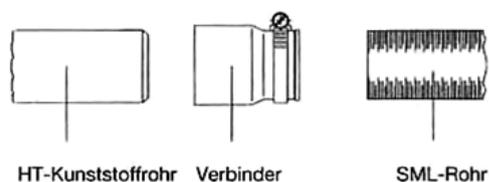

Abbildung 8 Ausführung unter Verwendung von Standardformstücken, Einbauhöhe 260 mm
Gemäß der Norm DIN 4109 sollte die Geräuschemission von der eingebauten Rohrleitung in geräuschgeschützten Räumen 35 dB(A) nicht überschreiten. Es ist deshalb in diesen Räumen nicht zulässig, eine aufgedeckte Rohrleitung zu installieren. Im Wandkanal oder auf der anderen Wandseite kann die Rohrleitung nur dann angebracht werden, wenn das Flächengewicht 220 kg/m2 beträgt. Eine weitere Geräuschemissionssenkung ist durch die Verwendung der mit Gummieinlagen versehenen Schellen und durch die Verankerung in den Kunststoffdübeln in der Wand zu erreichen. Ausführlichere Informationen sind den Normen DIN 1986, Teil 1 und DIN 4109 Anlage 2 – mildernde Zone (siehe Abbildung 8) – zu entnehmen. Sollten nicht einmal diese Lösungen bestehen, empfehlen wir das sog. „stille Abfallsystem“ Skolan SAFE® zu verwenden.